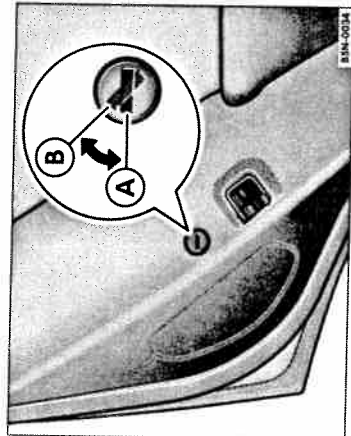

Fig. 28 Siguranța pentru copii în ușa din stânga: (A) decuplată, (B) cuplată.
- Rotiți cu cheia în ușa deschisă, fanta în poziția ⇒ pagina 48, fig. 28" (E) sau ⇒ pagina 48, fig. 29" (B).
- Rotiți cu cheia în ușa deschisă, fanta în poziția ⇒ pagina 48, fig. 28" (A) sau ⇒ pagina 48, fig. 29" (A).